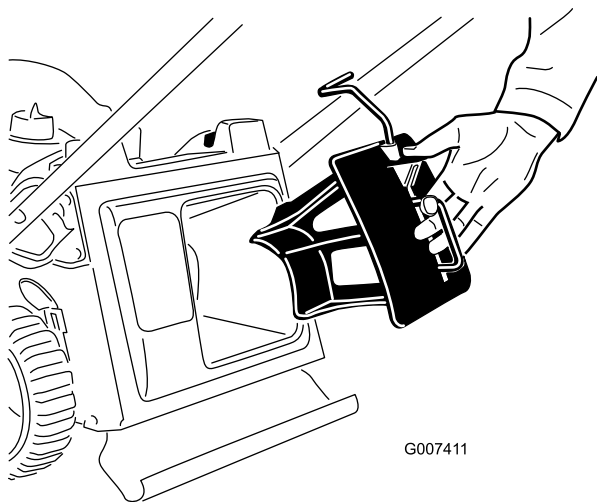

Bild 8
1. Setzen Sie den Mulchverschluss in die Maschine ein, wenn er nicht schon eingesetzt ist (Bild 8).